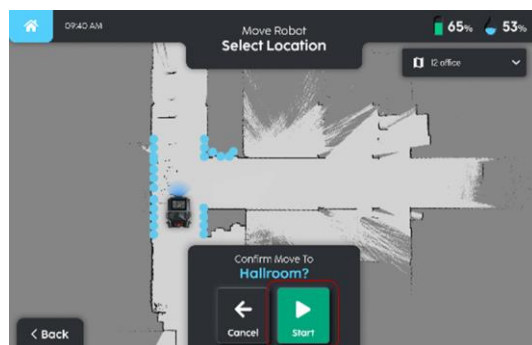
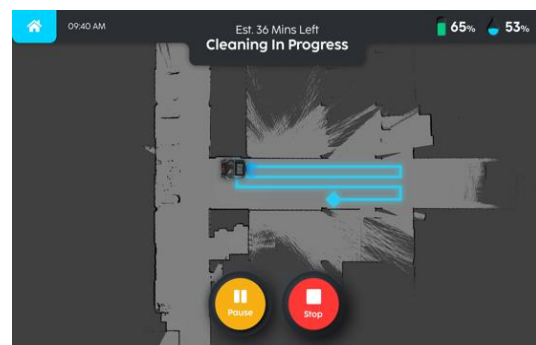

FIGURE 9-7
FIGURE 9-8
3. Après avoir confirmé la sélection (Fig. 9-7), le robot commencera à se déplacer. La pause / l'arrêt du mouvement peut être effectuée en cliquant sur le bouton 'Pause' ou 'Arrêt' respectivement (Fig. 9-8).